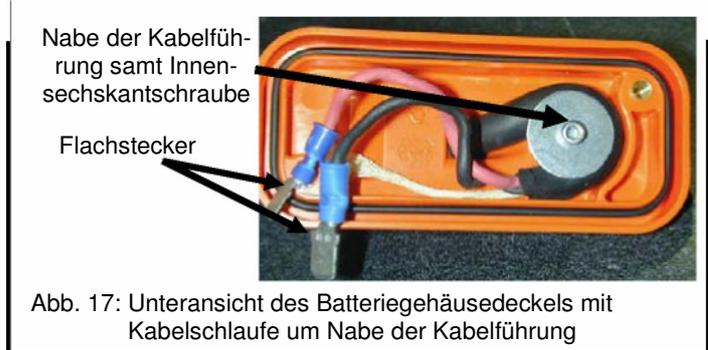

Abb. 17: Unteransicht des Batteriegehäusedeckels mit Kabelschlaufe um Nabe der Kabelführung
- 2) Heben Sie den Batteriegehäusedeckel etwas an. Beachten Sie, dass beide Flachstecker noch mit der Batterie verbunden sind (siehe Abb. 17).